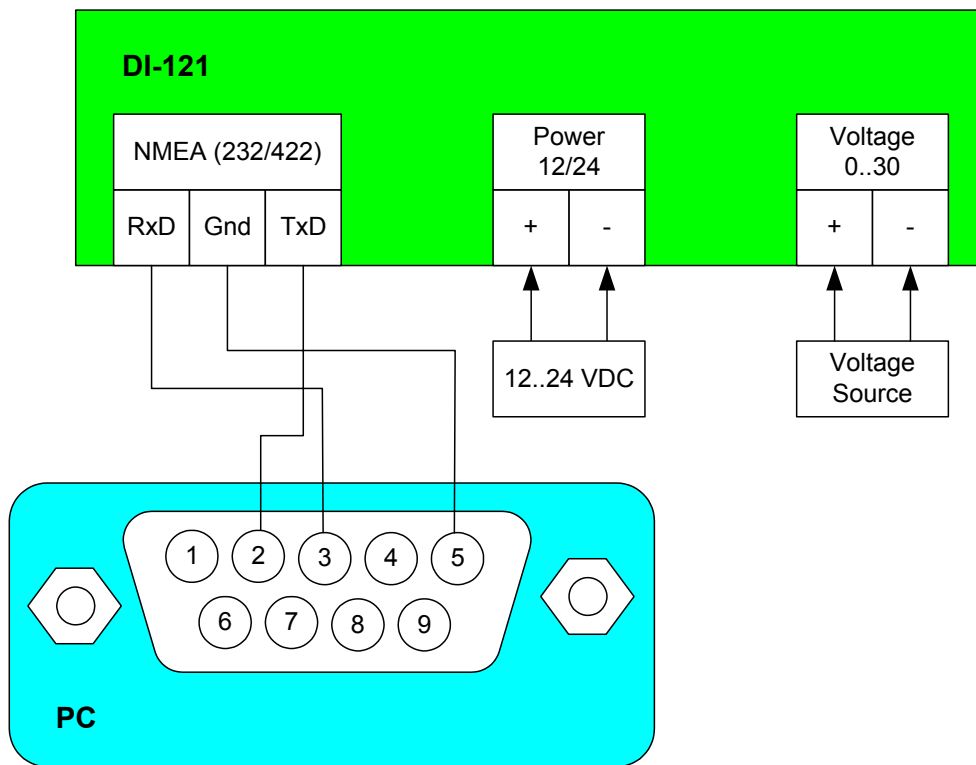

Рис. 2. Схема подключения DI-121 при программировании (настройке) устройства.
1. Подключить разъём «NMEA» DI-121 к COM-порту ПК, источнику питания и источнику сигнала (в виде уровня постоянного напряжения) так, как показано на рис. 2.